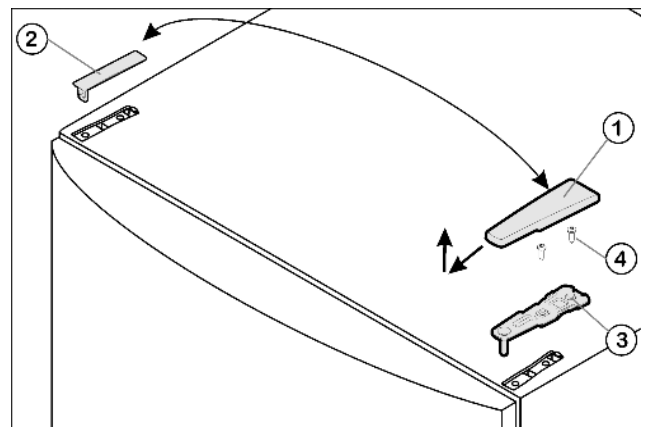

Fig. 4
- ▶ Afdekking Fig. 4 (1) naar voren naar boven wegnemen.
- ▶ Afdekking Fig. 4 (2) wegtillen.
- ▶ Bovenste lagerbus Fig. 4 (3) losschroeven (2 x Torx 25) Fig. 4 (4) en naar boven wegtrekken.
- ▶ Plaats de bovenste lagerbus Fig. 4 (3) aan de nieuwe scharnierkant in de deur.
- ▶ Bovenste lagerbus **goed (met 4 Nm)** vastschroeven (2 maal Torx 25) Fig. 4 (4). Steek de schroefgaten indien nodig voor of gebruik de accuschroevendraaier.
- ▶ Afdekking Fig. 4 (1) en afdekking Fig. 4 (2) telkens aan de tegenoverliggende kant van buiten plaatsen en inklikken.